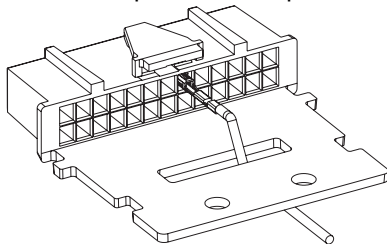

Figura 2a. Protector del cable
- Dirija el cable con el terminal de contacto a través del conector como se muestra en la *Figura 2a* o, para aplicaciones con varios accesorios conectados al transceptor móvil, dirija los cables como se muestra en la *Figura 2b* y asegúrelos con una brida después de completar el paso 3.